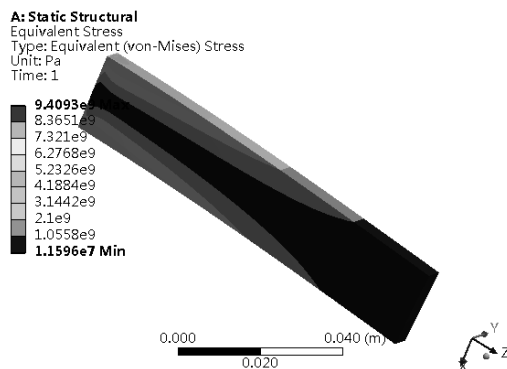

图 4-53 应力分析云图
Step6：选择 Outline（分析树）中 Solution（A6）下的 Equivalent Stress 选项，此时会出现如图 4-53 所示的应力分析云图。